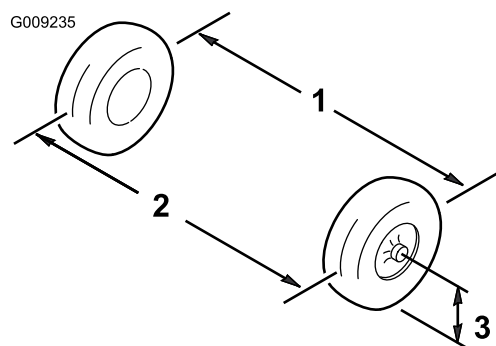

図 12
1. 前輪の前と後ろで、左右のタイヤの中央線間距離を測る計測はアクスルの高さで行う (図 12)。